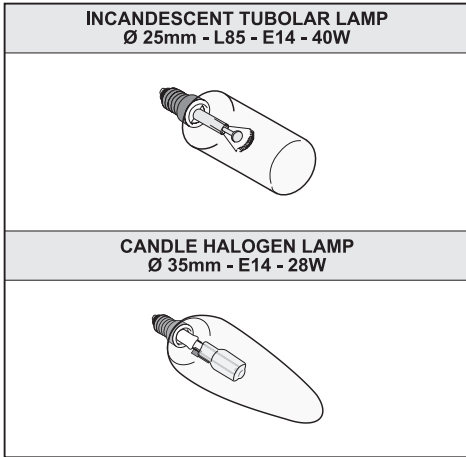

Fig.11
• Sostituzione delle lampade a incandescenza/alogene (Fig.11):